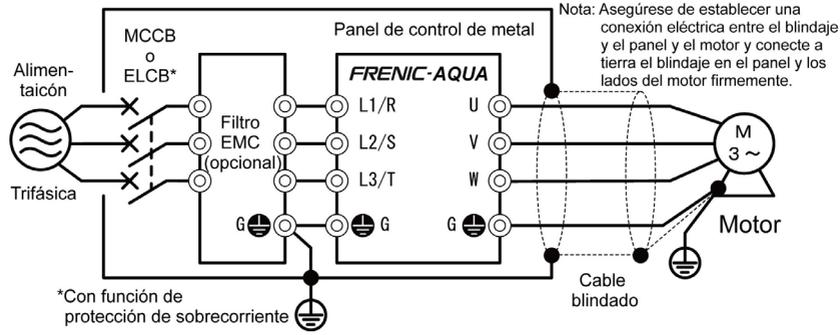

Figura 8.3 Instalación dentro de un panel
- 5) Cuando use un filtro EMC conectado externamente (opcional), coloque el variador y el filtro en una placa de metal conectada a tierra como una superficie de un panel, tal como se indica en la Figura 8.3. Si la emisión de ruidos es mayor al estándar, coloque el variador y otro equipo periférico dentro del panel de metal. Para más información acerca de como usar el variador en combinación con un filtro, consulte la Tabla 8.5.
Tenga en cuenta que la conexión con las líneas de suministro industrial de baja tensión es una excepción (consulte la figura 8.3).